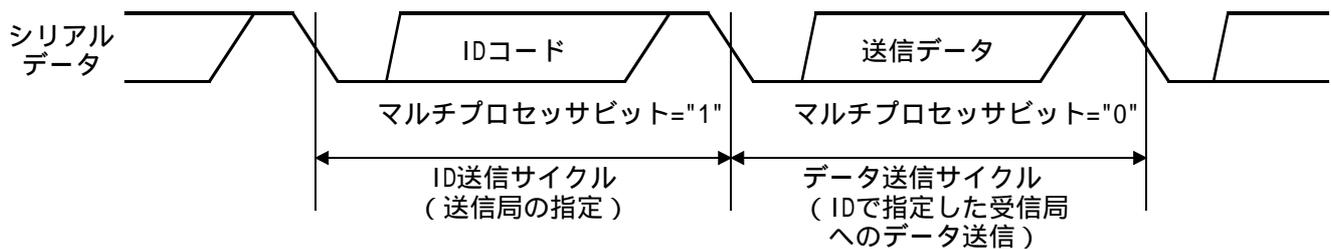

図2 マルチプロセッサビットを使用したシリアルデータ
- ・図2にマルチプロセッサフォーマットを使用したシリアルデータを、表1にマルチプロセッサフォーマットを示します。